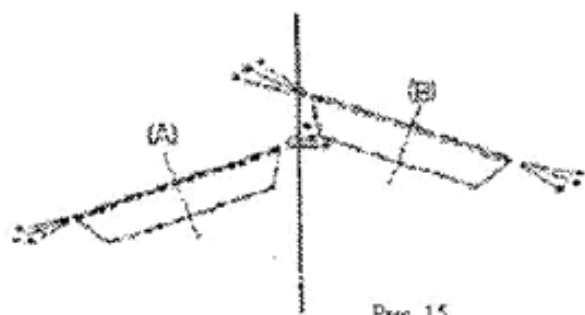

Рис. 15
12. Нормальная заточка (см. Рис. 15, 16 и 17)
Заточка осуществляется нормально, если потоки искр, создаваемые точильными кругами (А) и (В) выглядят одинаково, как показано на Рис. 15. Режущая кромка ножа должна быть заточена одинаково с обеих сторон, как показано на Рис. а.